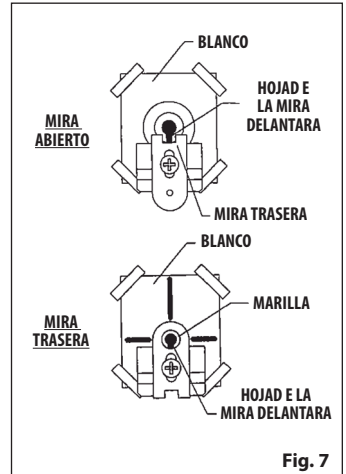

Fig. 7
- centro de la muesca de la mira trasera. La parte superior de la hoja de la mira delantera debe estar nivelada con la parte superior de la muesca de la mira trasera. La diana debe verse como si descansara encima de la mira delantera. (Fig. 7)
- Al usar la mira trasera de mirilla, el rifle de aire está apuntado correctamente cuando la diana descansa en la parte superior de la hoja de la mira delantera y la diana está en el centro de la mirilla. (Fig. 7)